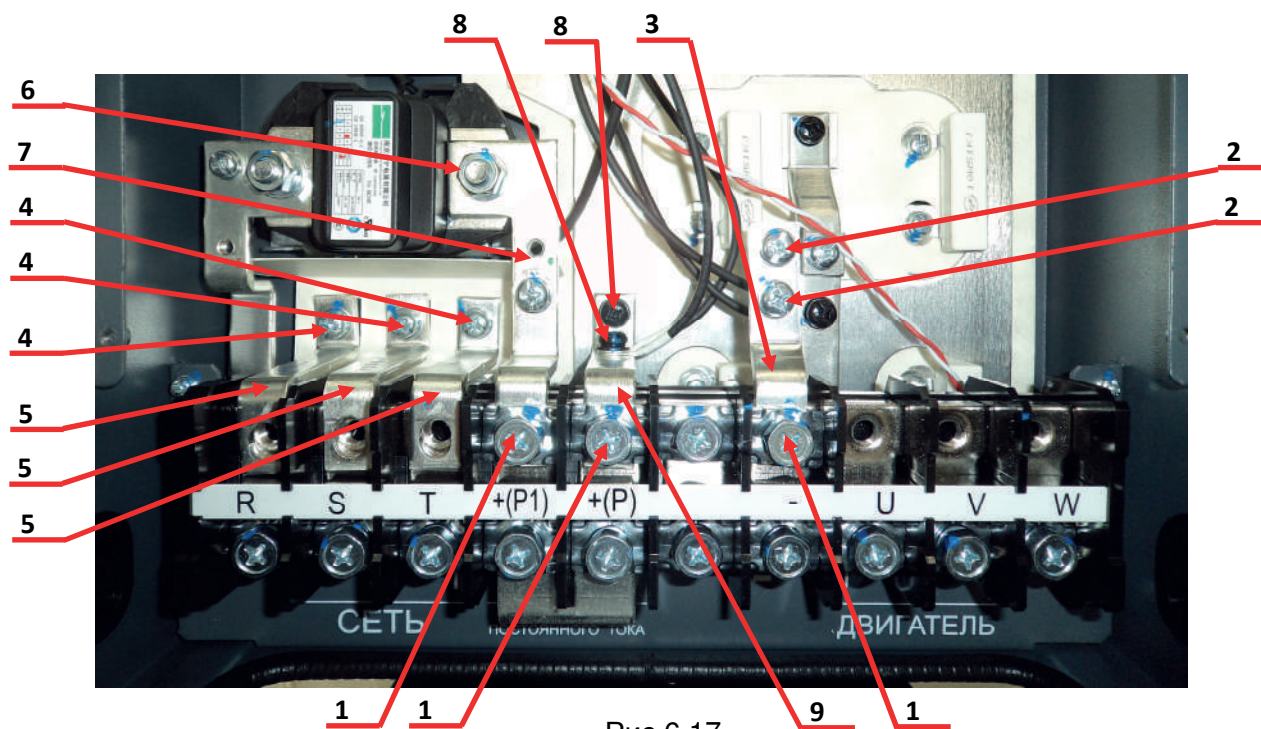

Рис.6.17
- 6.10.6. Открутить три винта поз.1 и положить их в тару 3.1.17 (рис.6.17).
- 6.10.7. Открутить два винта поз.2 и положить их в тару 3.1.17 (рис.6.17).
- 6.10.8. Извлечь шину поз.3 и положить её в тару 3.1.16 (рис.6.17).
- 6.10.9. Открутить три винта поз.4 и положить их в тару 3.1.17 (рис.6.17).
- 6.10.10. Извлечь три шины поз.5 и положить их в тару 3.1.16 (рис.6.17).
- 6.10.11. Открутить гайку поз.6 и положить её в тару 3.1.17 (рис.6.17).
- 6.10.12. Извлечь шину поз.7 и положить их в тару 3.1.16 (рис.6.17).
- 6.10.13. Открутить два винта поз.8 и положить их в тару 3.1.17 (рис.6.17).
- 6.10.14. Извлечь шину поз.9 и положить её в тару 3.1.16 (рис.6.17).